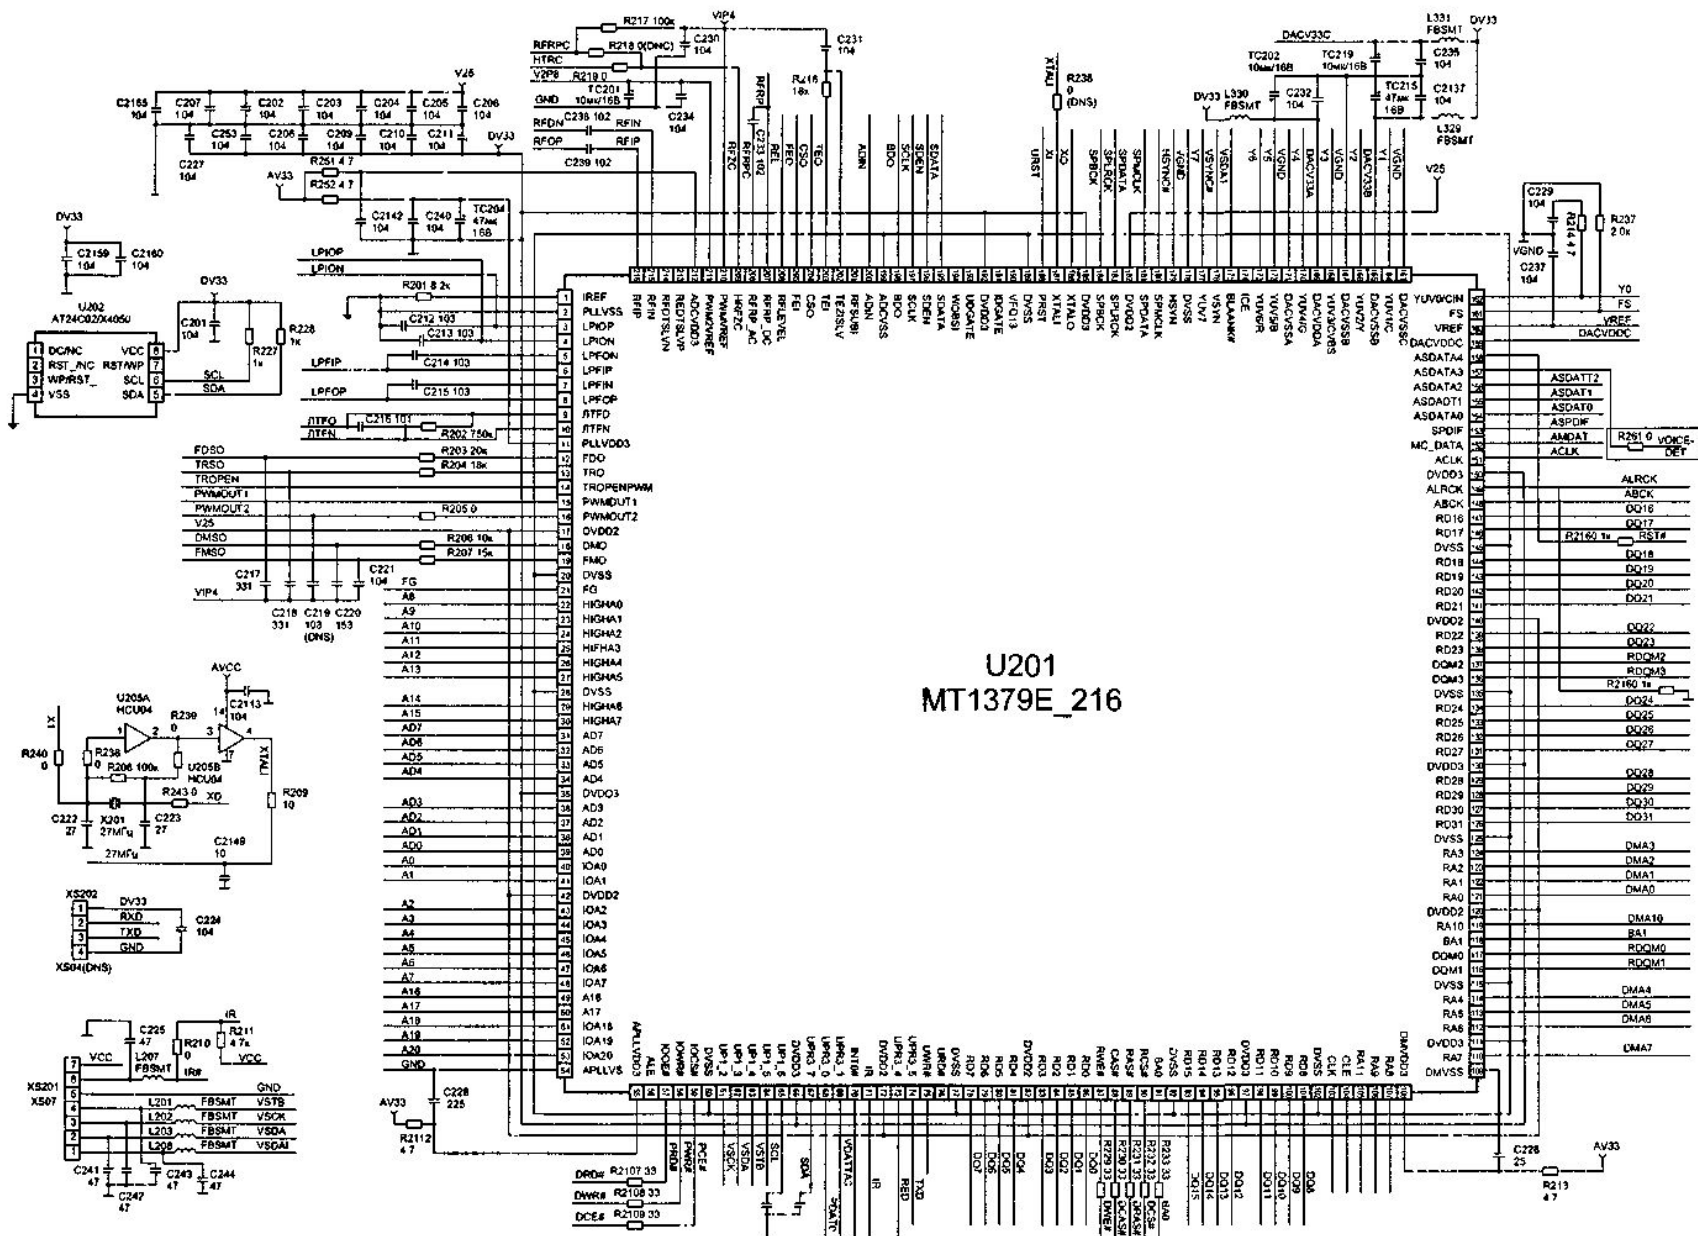

Рис.25 MPEG-1/2 и JPEG-декодер, сервоконтроллер, ТВ-видеопроцессор, декодер цифрового звука и микроконтроллер управления (микросхема MT1379)
-Функции MPEG-1/2 и JPEG-декодеров, сервоконтроллера, телевизионного видеопроцессора, декодера цифрового звука, микроконтроллера управления кнопками и ПДУ выполняет микросхема U201 (MT1379E_216) (Рис.25) **секционной структуры**.